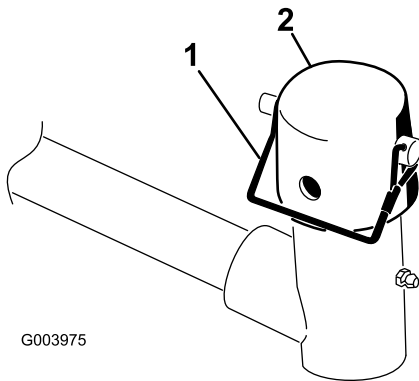

Figura 9
7. Retire o pino de sujeição e o passador de forquilha do conjunto do pino e do cordão da culatra da articulação do braço de elevação. Em seguida, retire a tampa (Figura 9).
11. Prenda a tampa e o veio da estrutura de suporte à forquilha do braço de elevação com o pino de encaixe (Figura 9).